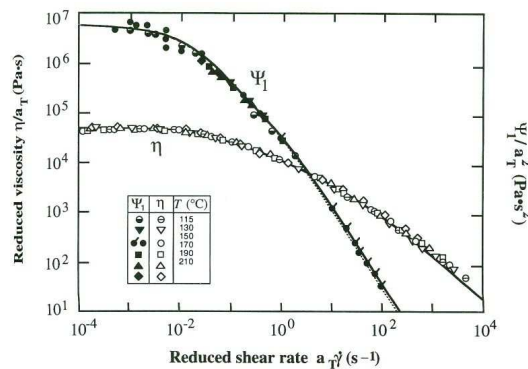

FIG. 1: Courbes maîtresses de la viscosité réduite  $\eta$  et du coefficient réduit de différence des contraintes normales  $\psi_1$
Le comportement en écoulement du PolyÉthylène Haute Densité (HDPE) est présenté en Figure 1. La viscosité de cisaillement  $\eta(\dot{\gamma})$  et  $\psi_1(\dot{\gamma}) = \frac{\sigma_{11} - \sigma_{22}}{2\dot{\gamma}^2}$  ont été réduits en utilisant le principe de superposition temps-température.
5. Ces prédictions sont-elles réalistes ? Comparer les à celles de la Figure 1.